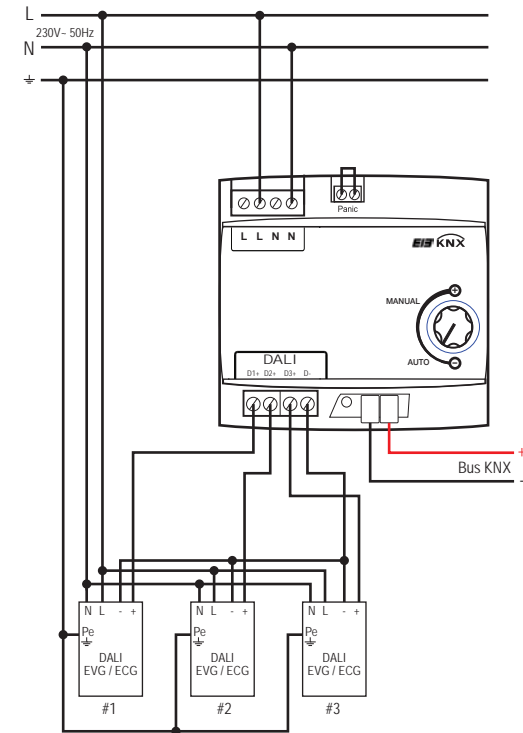

Abb. 1 / Fig. 1
- 2 - Install the device according to the schematics / wiring diagram (Fig. 1).
- 2 - Installieren des Dimmaktors gemäß dargestelltem Anschlussbild (Abb. 1).